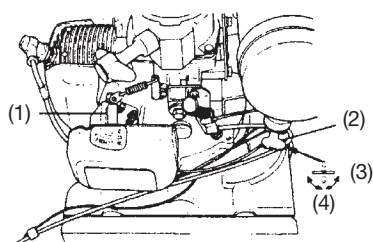

Fig. 4
- 2) Öppna bränslekranen. (Fig. 4)
- 3) Ställ chokespaken i CHOKE-läge. (Fig. 4)
- 6) När du ser att motorn börjar starta skall du ställa chokespaken i Pun-läge (öppen). Drag sedan ännu en gång snabbt i starthandtaget. (Fig. 4)